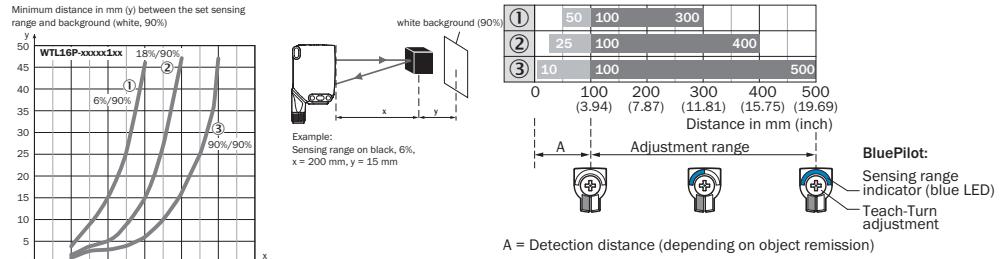
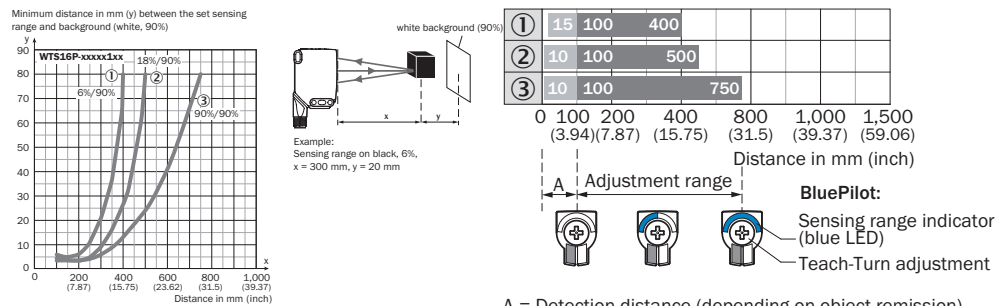

Рисунок 118: Характеристика 1, WTL16 Bluetooth®-xxxxx1xx, красный свет
Рисунок 119: Характеристика 1, : WTS16 Bluetooth®-xxxxx1xx, красный свет
Проверить условия применения: скорректировать расстояние срабатывания и дистанцию до объекта / фона, а также яркость объекта с помощью соответствующей диаграммы [см. рисунок 118 и рисунок 119] (x = расстояние срабатывания, y = минимальные расстояния между установленным расстоянием срабатывания и фоном (белый 90 %)). Коэффициент диффузного отражения: 6 % = чёрный ①, 18 % = серый ②, 90 % = белый ③ (относительно стандартного белого по DIN 5033). Мы рекомендуем выполнять настройку с объектом, имеющим низкий коэффициент диффузного отражения.
Минимальную дистанцию ($= y$) для подавления заднего фона можно определить по диаграмме [рисунок 118 ①] следующим образом: